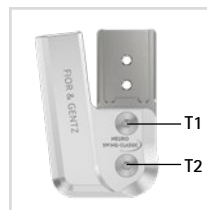

fig. 15
- 5 Atornille el segundo tornillo avellanado (tornillo de eje, T2; fig. 15).
- 1 Afloje de nuevo los tornillos de la cubierta (fig. 15) tras comprobar el movimiento suave y retírelos de la cubierta.
- 3 Fije los tornillos de la cubierta (fig. 15) con el torque correspondiente a la anchura de sistema.